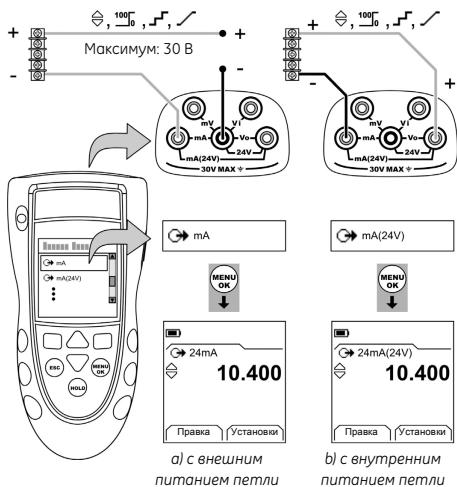

Рисунок 3: Пример конфигурации – Подача мА
- Подключите прибор (Рисунок 3) и, при необходимости, отрегулируйте *Настстройка* (Таблица 1).